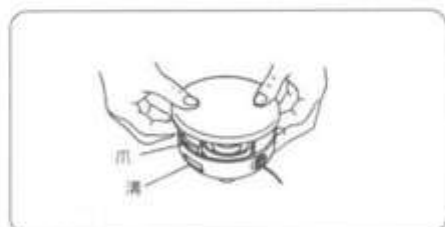

図16
⑦ナイロンコードキャップをナイロンコートボデーの爪穴位置に合わせてパチンと音がするまで押し込みます。(図16)